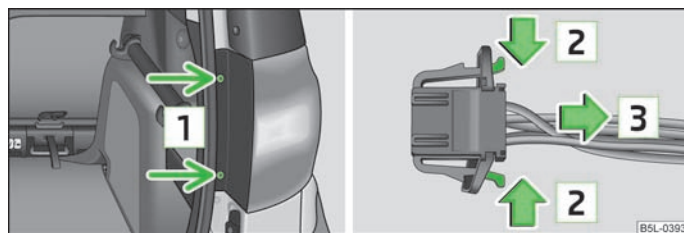

Fig. 173 Desmontar la luz posterior/separar el conector
- Desenroscar la lámpara con la llave Torx de la herramienta de abordo. El lado más corto de la llave sirve para aflojar los tornillos [1] » fig. 173, y el lado más largo para desenroscar completamente.
- Presionando las pestañas de enclavamiento en la dirección de la flecha [2] » fig. 173 y tirando en dirección de la flecha [3], separar el conector.
- Atornillar la lámpara con los tornillos [1] » fig. 173.